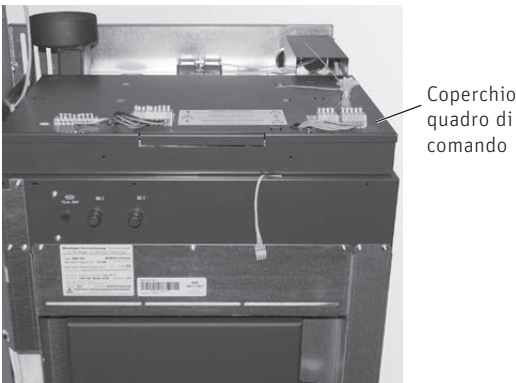

Fig. 110 Aprire il coperchio
- Aprire il coperchio del quadro di comando – Fig. 110.